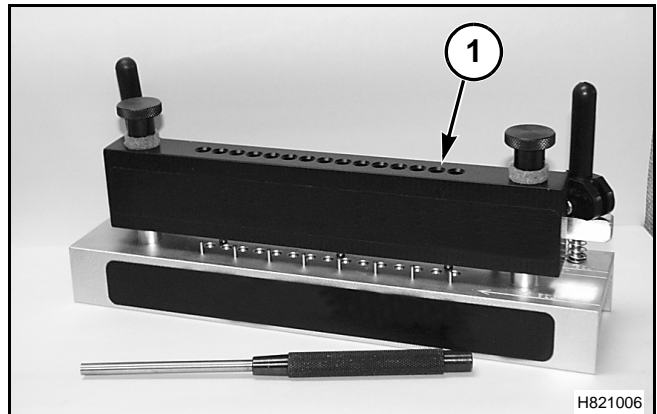

FIG. 37
FIG. 37: Hay disponibles una engrapadora de correa (1) y un juego de grapas para reparar correas de formación de fardos. Use grapas Alligator®. Las nuevas grapas no tendrán una larga vida útil si la correa no se prepara de manera adecuada. La instalación de las grapas y la sujeción de los remaches a través de las correas debe hacerse correctamente.